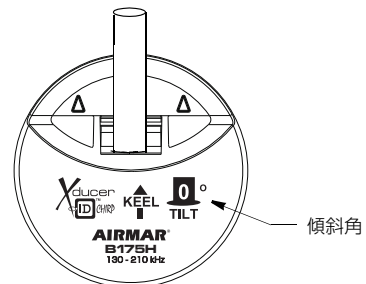
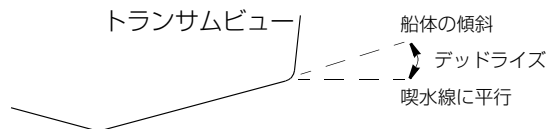

図1. トランスデューサーの上部 (0° モデルを表示)
図2. 船体の死角
トランスデューサーの傾斜角度をデッドライズに合わせる。トランスデューサーモデルが、選択した取り付け位置での船体のデッドライズ角度と一致していることを確認してください。傾斜角はトランスデューサーの上部に印刷されています（図1）。選択した取り付け位置での船体の死角を測定するには、角度ファインダーまたはデジタルレベルを使用します（図2）。
- 1, 12° および20° モデル-船体の内側から、トランスデューサー（およびケーブル出口）の上部にある矢印をKEELまたはボートの中心線に向けます（図1）。これにより、トランスデューサー内の要素の角度が船体のデッドライズ角度に揃えられます。